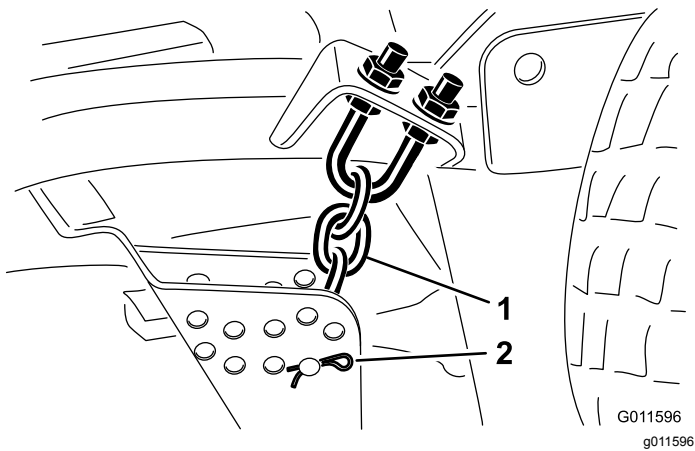

Figura 20
5. Togliete la coppiglia e il perno con testa che fissano le catene dell'altezza di taglio sul retro dell'apparato di taglio (Figura 20).